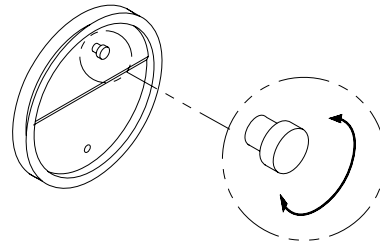

Figure 20 : Ajustement du régulateur de tirage
- La mesure du tirage se prend sur le dessus de la plaque de surpression, par l'orifice prévu à cette fin (voir figure 20).